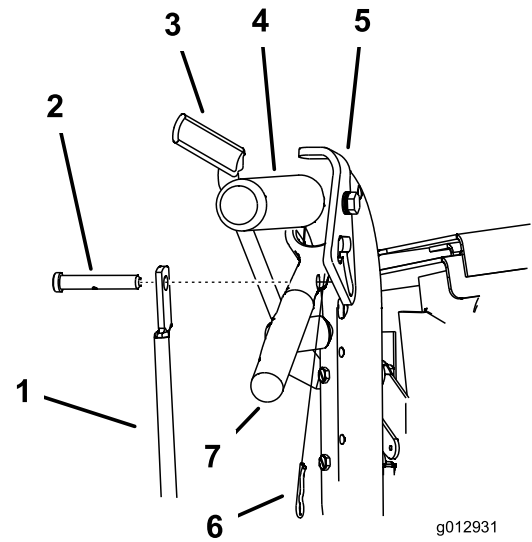

Figura 18
1. Retire los pasadores y los pasadores de seguridad de las palancas de avance y los cierres de bloqueo de punto muerto (Figura 18).
5. Ajuste la longitud de la varilla de control girando la varilla de control en el acoplamiento (Figura 18).
6. Instale un pasador de horquilla entre las palancas de avance y los cierres de bloqueo de punto muerto e introdúzcalo en los pasadores de seguridad (Figura 18).